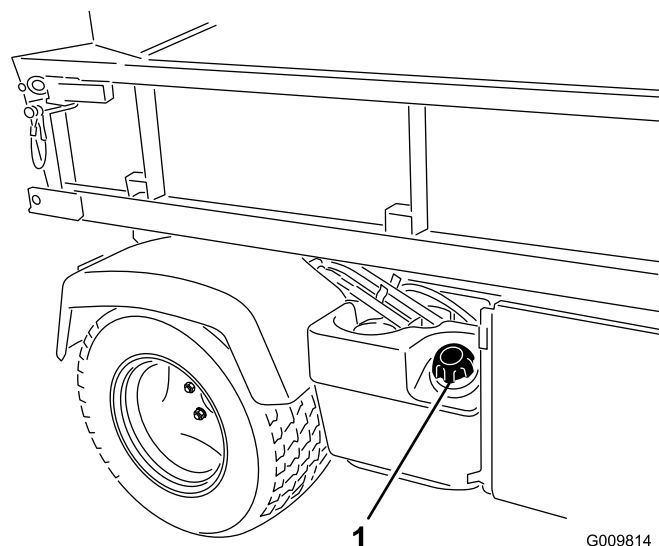

Figura 15
2. Rimuovete il tappo dal serbatoio del carburante (Figura 15).